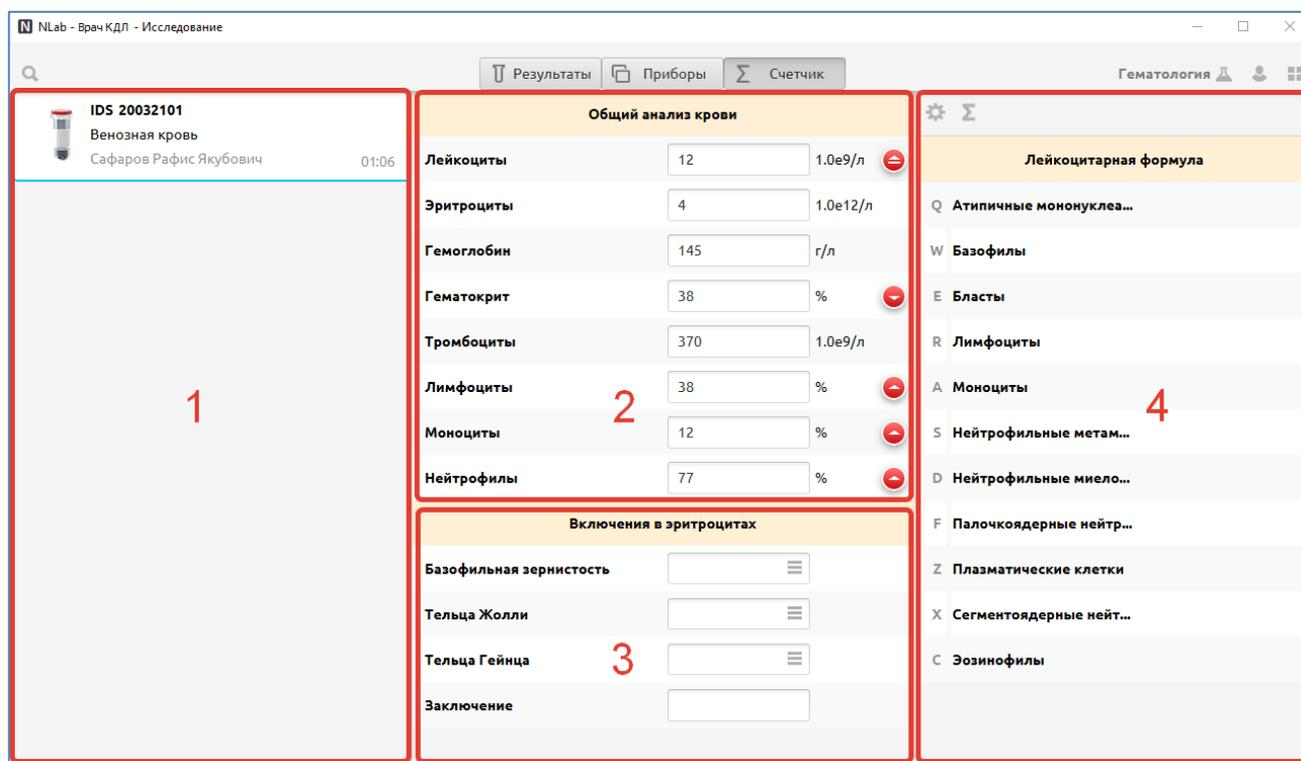

Рис. 53
Основной экран подраздела «Счетчик» состоит из четырех блоков (Рис. 53).
1. В левом блоке (№1 на Рис. 53) – отображается список биоматериалов, которые поступили в отдел.
2. В средней верхней части (№2 на Рис. 53) под заголовком «Общий анализ крови» отображаются тесты, которые не принимают участия в относительном подсчете при микроскопии. Это данные, полученные с анализатора, они наглядно помогают сотрудникам принимать решение о том, какие отклонения присутствуют в пробе для вынесения нужного заключения.
3. В средней нижней части (№ 3 на Рис. 53) под заголовком «Включения в эритроцитах» вносятся данные о морфологических изменениях в эритроцитах.
4. В правой части окна (№ 4 на Рис. 53) выведены тесты, которые требуется подсчитать при проведении микроскопии. У каждого показателя отображается горячая клавиша, на которую нужно нажимать при подсчете.